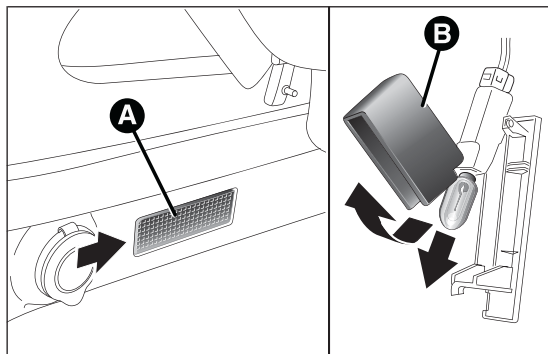

fig. 186
- ouvrir le coffre à bagages et extraire le plafonnier A fig. 186 en agissant sur le point indiqué par la flèche ;